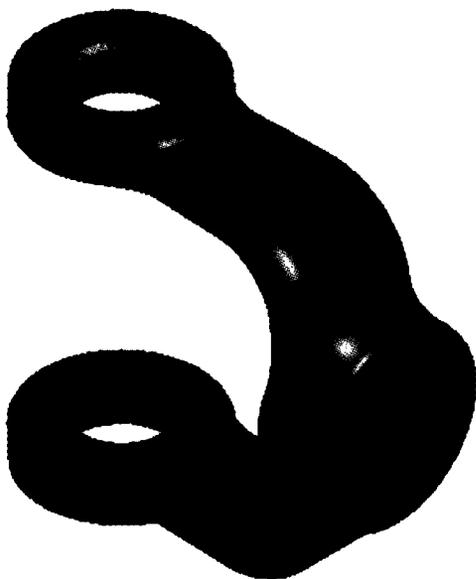

Рис. 6.8. На виде можно отключить видимость ребер, чтобы он больше был похож на пиктограмму
4. Когда линии на чертеже будут подсвечены, щелкните правой кнопкой мыши и уберите галочку **Видимость** из контекстного меню. На рис. 6.8 показан результат.